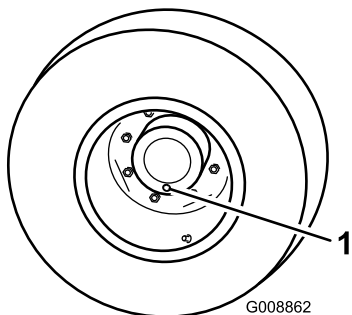

Figura 83
1. Coloque a máquina numa superfície nivelada, posicione uma roda de forma a que um dos tampões de verificação se encontre na sua posição mais baixa (6 horas) (Figura 83).